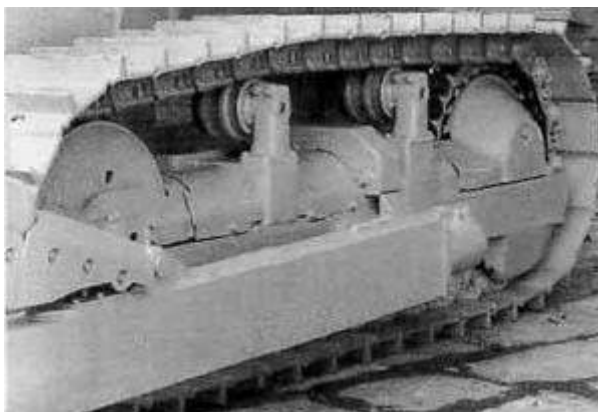

Рис. 6-17
- а) Опустить отвал на горизонтальную поверхность. Остановить двигатель. Перемещать рычаг управления отвалом вперед, назад, вправо, влево и осторожно поворачивать крышку маслоналивного отверстия (1), чтобы стравить воздух. Затем снять крышку.
- б) Чтобы слить масло из бака, снять пробку сливного отверстия (2) в донной части бака. После слива масла установить пробку на место.
- в) Выкрутить болты (3) и снять крышку (4), очистить снятые детали и заменить фильтрующий элемент фильтра.
- г) Залить масло до необходимого уровня через маслоналивной патрубком (1) (см. указания по техническому обслуживанию для каждых 250 моточасов).
6. Опорные и поддерживающие катки (Рис. 6-17)